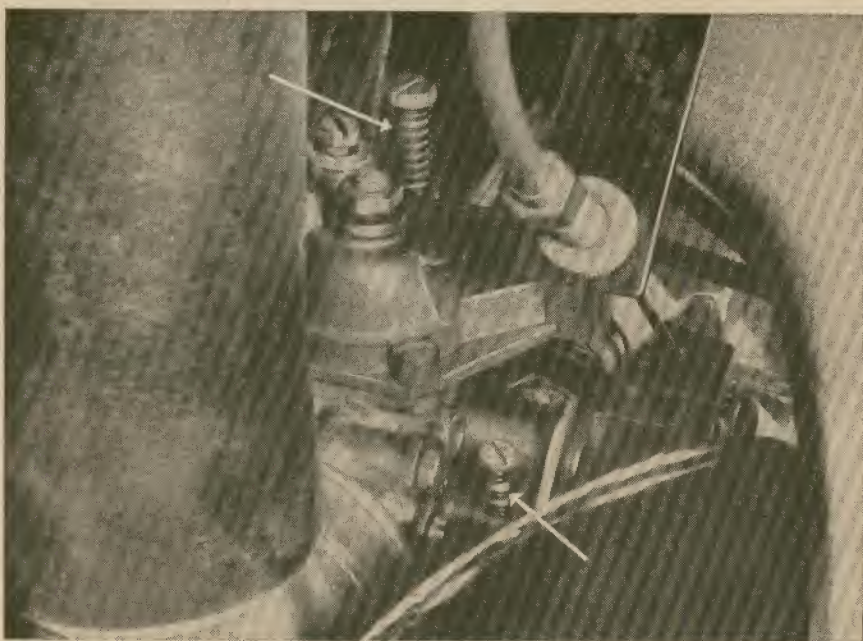

Abb. 42 Drosselklappenanschlagschraube (unten) und Regulierschraube für die Leerlaufgemischmenge (oben)
wirksam ist. Die Leerlaufdrehzahl wird mit der Drosselklappen-Anschlagsschraube geregelt, die in Fahrtrichtung links angebracht und mit einer Feder gegen Verdrehung gesichert ist (Abb. 42). Dreht man sie rechts herum, wird der Motor im Leerlauf schneller.
Die am Vergaserflansch senkrecht stehende, ebenfalls mit einer Feder gesicherte Schraube (Abb. 42) dosiert die Leerlaufmischmenge. Sie muß im allgemeinen eineinhalb Umdrehungen offen sein, gerechnet von der am weitesten hineingeschraubten Stellung. Wird sie weiter herausgeschraubt, so erhält der Motor mehr Gemisch.
*Die Leerlaufgemischregelschraube (Abb. 42 und 43) steht weiter als eineinhalb Umdrehungen offen.* Zur Kontrolle schraubt man die Schraube hinein (rechts herum) und zählt die Umdrehungen bis zum Anschlag. Ein Feilstrich auf dem Schraubenkopf erleichtert das Zählen. Obwohl die Schraube einen Sechskantkopf hat, sollte sie doch mit der Hand gedreht werden, denn mit dem Schlüssel zieht man sie leicht zu fest an und weiter damit die Gehäusebohrung aus, die die Schraube mit ihrem spitzen Ende verschleißt.
Um festzustellen, ob der vom Hebel betätigte Drehschieber den Startgemisch-Zufluß völlig schließt, läßt man den Motor im Leerlauf laufen und dreht die Leerlaufgemischregelschraube (Abb. 42 und 43) zu. Bleibt der Motor dabei stehen, so ist der Startschieber dicht. Läuft er weiter, so läßt der Schieber Kraftstoff durch. In diesem Fall müssen die Auflagefläche und der Schieber plan-geschliffen werden. Mit häuslichen Mitteln ist das nicht möglich, hier kann nur die Vergaserspezialwerkstatt helfen.